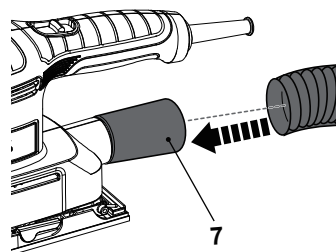

Fig. 13
- > Installez un dispositif d'évacuation des poussières approprié, comme un aspirateur adapté, sur l'adaptateur d'aspiration (7) (Fig. 13).
- > Tournez l'adaptateur d'aspiration (7) dans le sens anti-horaire et retirez-le.